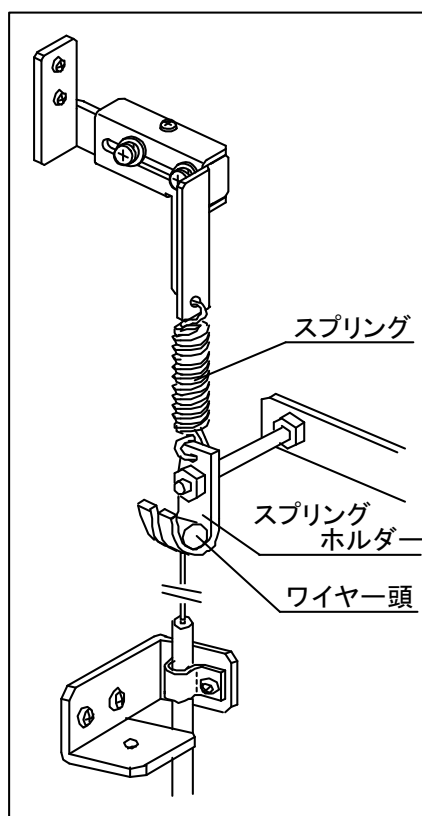

図 2. 3 - 4 スプリングホルダー取り付け
(9) 図 2. 3 - 5 のようにストップレバーの動作確認を行う。